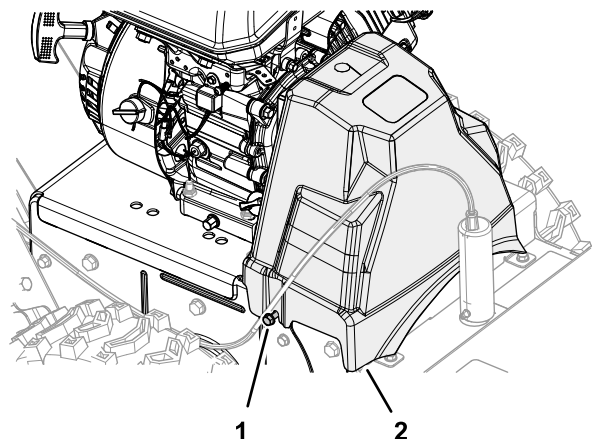

Bild 43
1. Richten Sie die Schlitze in der Riemenabdeckung mit den beiden Bundkopfschrauben aus (Bild 43).
2. Befestigen Sie die Riemenabdeckung an die Maschine (Bild 43).